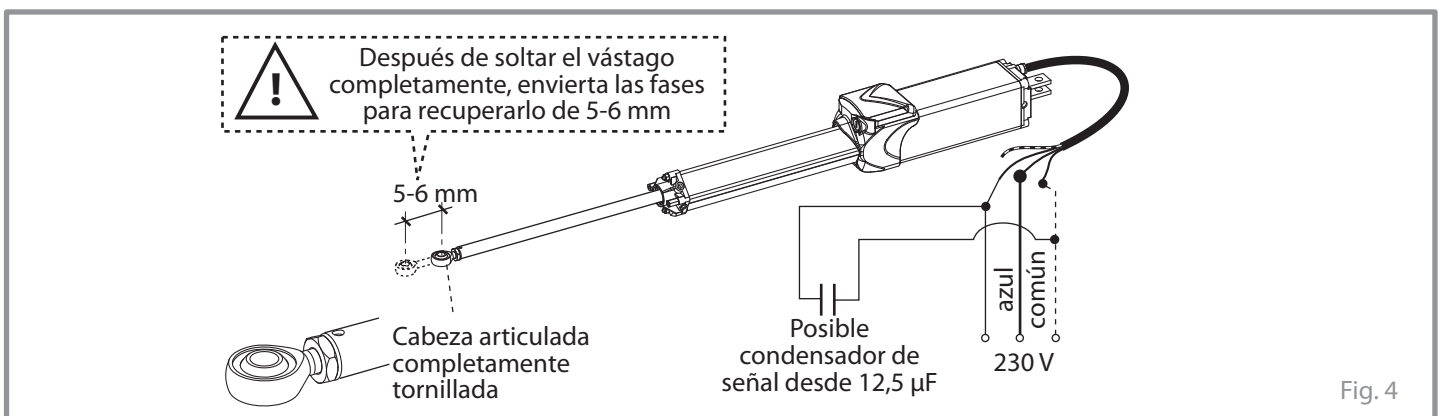

Fig. 4
**! IMPORTANTE: atornillar después completamente la tapa articulado al vástago (Fig. 4).**